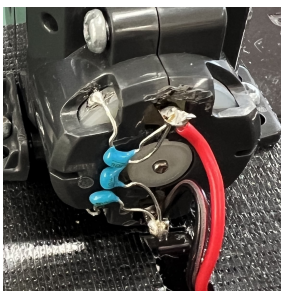

図2 DCモータノイズ対策
- (j) 入力回路①と制御用コンピュータ③は, ケーブルAで接続し, ケーブルAにより, 入力回路①に5Vの電源を供給する。
- (k) 使用する部品は, 10 ページ 15 (6) の支給部品を参照すること。また, 支給部品を全て使用しない場合もある。
- (2) 制御対象装置②
- (a) 出力回路基板⑥は, 株式会社ニソールが提供する「第21回・第24回高校生ものづくりコンテスト全国大会出力回路」とする。[9 ページ 15 その他 (2) 参照]
- 出力回路基板⑥には7セグメントLED (2桁), フルカラーLED, 圧電ブザーが実装される。
- (b) 制御対象装置②の回路図を, 資料1に示す。
- (d) DCモータは TAMIYA テクニクラフトシリーズ NO.8 4速ウォームギヤボックス HE に付属するモータを使用し, 減速比を84:1とする。なお, モータから発生する雑音を吸収させるために, セラミックコンデンサ ($0.1\mu\text{F}$) をモータの端子間, 及び端子とモータ側面の合計3か所に取り付けたものを使用する。(図2参照)